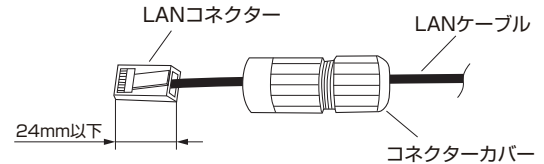

図5 LANコネクタ寸法
8. 本機と接続するLANコネクタの寸法は全長24mm以下とすること。（図5参照）